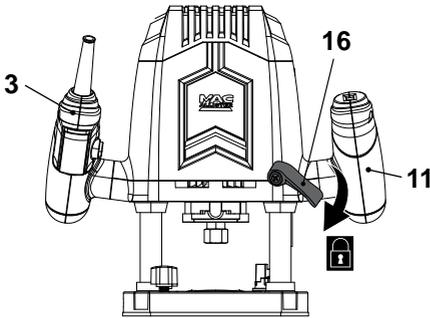

Fig. 1
- > Exercez une légère pression sur les poignées [3, 11] et desserrez en même temps le levier de fixation de la profondeur [16] afin de relever le boîtier (Figs. 1, 2).